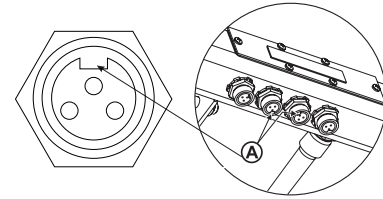

Figura 11. Conector hembra
- b. Localice la ranura ó la llave (A) en cada conector hembra como se muestra en la Figura 11.